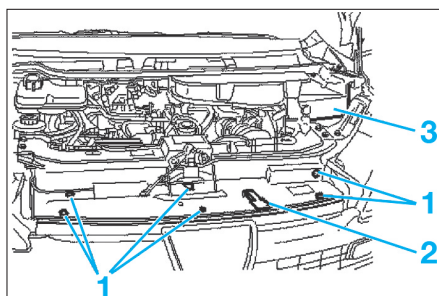

Fig. 19
- Déposer (Fig.19) :
- les agrafes (1).
- le déflecteur supérieur de la calandre (2).
- le déflecteur anti-humidité du calculateur moteur (3).